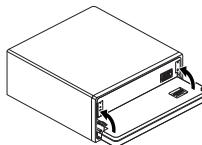

Fig. 13
- 3. Mueva los sujetadores en las posiciones verticales. (Fig. 13)**